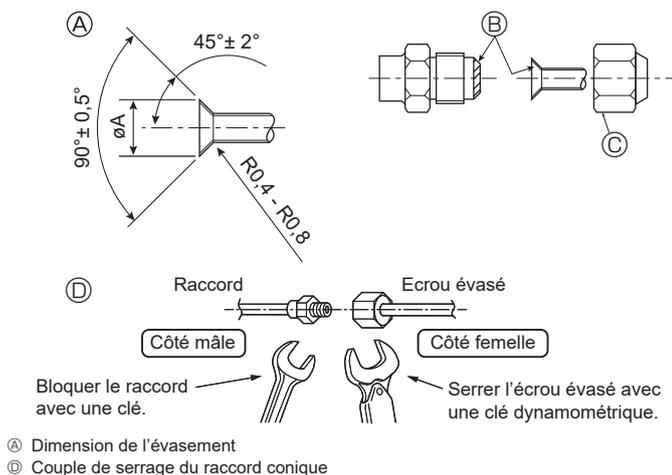

Fig. 4-6
(A) (Fig. 4-6)
(C) (Fig. 4-6)
### 4.4. Connexion des tuyaux (Fig. 4-6)